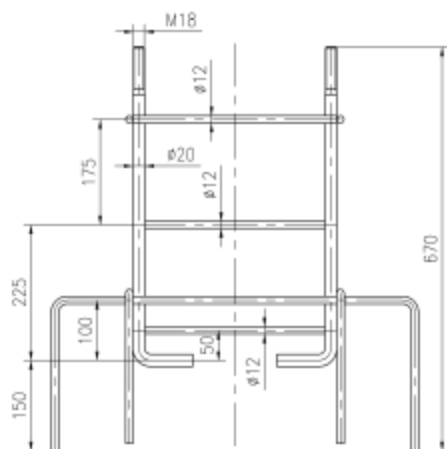

图1
1) JMA-10X腰腹训练器的安装方式为预埋式，即采用预埋架（如图1）将器材固定；其对安装器材的土质要求如下：在距地表800mm深度以内其土质不低于强度中等的土质要求（注：GB/T 50145-2007《土的工程分类标准》 5.1.2 干强度试验：将一小块土捏成土团，风干后用手指捏碎、掰断及捻碎，并应根据用力的大小进行区分：稍用力即可捏碎或掰断为干强度中等。）